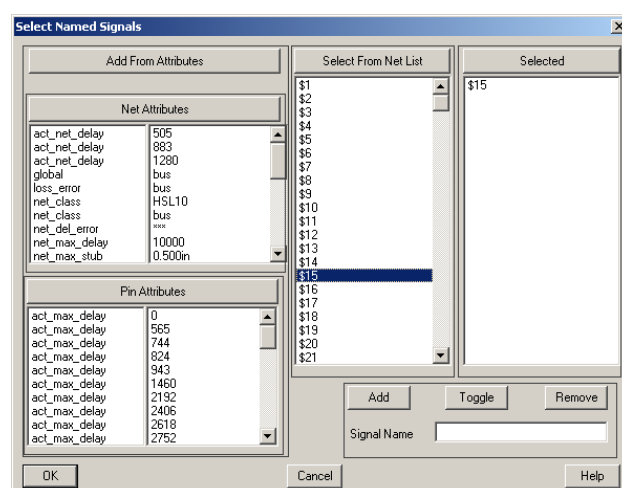

Рис. 4. Выбор цепи по имени.
8. В появившемся диалоговом окне Select Named Signal (рис. 4) в списке Select From Net List выберем какую-нибудь цепь, например, \$15 и нажмем кнопку OK.